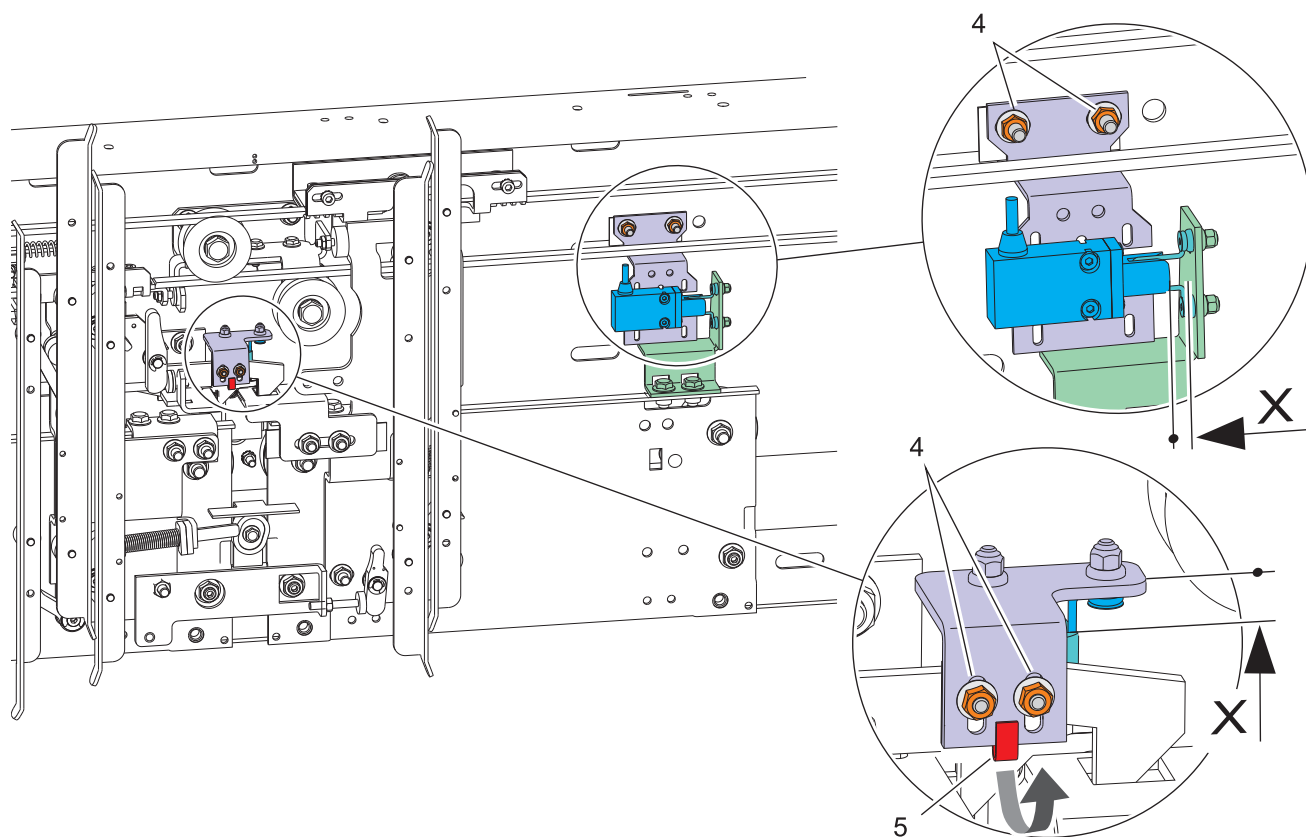

Abb. 57
- Verfahren wie bei Abb. 57 beschrieben
- Verfahren, wie für die rechte Schiebetür bei Abb. 57 beschrieben